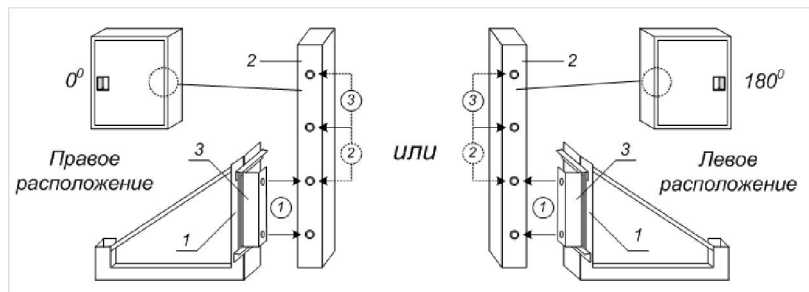

Рисунок 1
Распакуйте шкаф. Произведите внешний осмотр шкафа. Наружная поверхность изделия не должна иметь вмятин, корблений, острых кромок, должна быть окрашена равномерно. Дверцы должны открываться свободно. Шкаф пожарный ШПП поставляется в правом исполнении (дверка открывается в правую сторону), корзина (поз.1 рис.1) закреплена на кронштейне шкафа (поз.2 рис.1) в положении №1 (нижнее), в отсеке шкафа пожарного. Левое исполнение (дверка открывается в левую сторону) - выполните следующие действия:
- Переставьте кронштейн корзины (поз.3 рис.1) с учетом стороны открывания дверцы
- Прикрепите корзину в сборе с кронштейном корзины, болтами М5, к кронштейну шкафа (поз.2 рис.1) – положение корзины 1, 2, 3 определяется, учитывая место ввода пожарного крана.